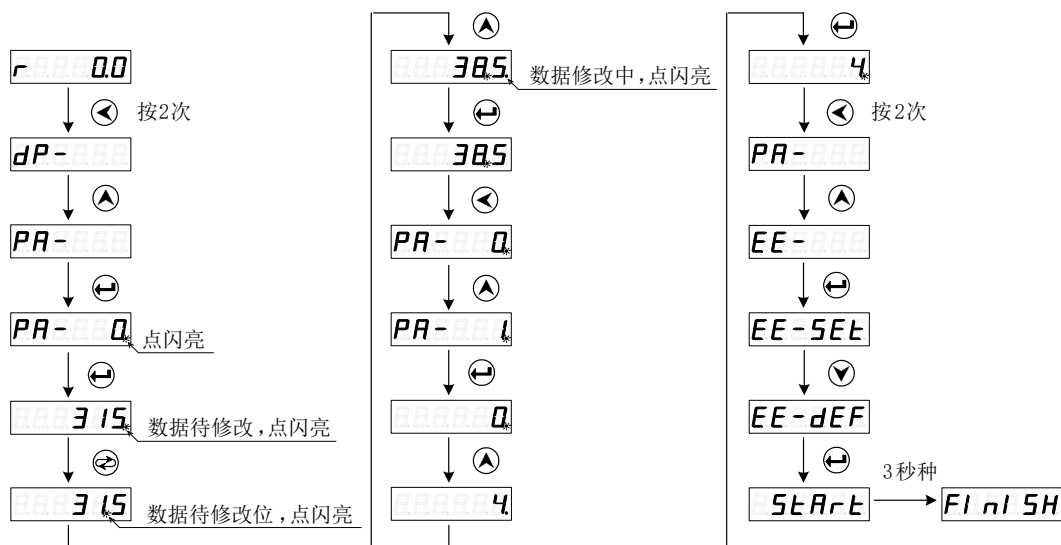

图 4-3 恢复电动机默认参数
以恢复 130SJT-M100D (A) (电动机型号代码为 4) 电动机默认参数为例，具体操作如图 4-3 所示。